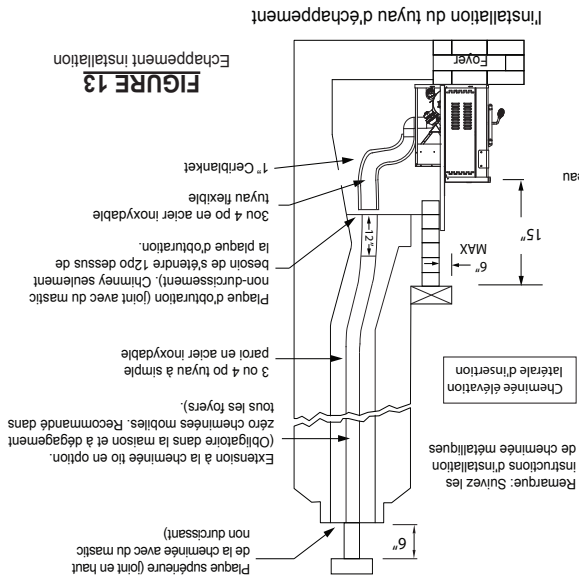

FIGURE 13
12. Réglez l'insert sur le foyer et faites-le glisser assez loin pour fixer le (tuyau et de la combustion en cas d'utilisation) tuyau d'évent. Fixer clignotant (voir la figure 13), route le cordon d'alimentation sur le côté le plus proche d'une prise 120V.